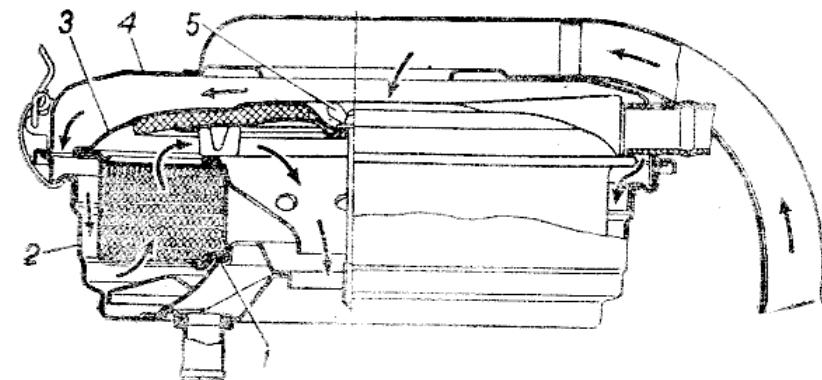

Рис. 19. Воздушный фильтр:
**Воздушный фильтр** (рис. 19) служит для очистки воздуха, поступающего в карбюратор. Он работает нормально до тех пор, пока капроновые нити набивки фильтрующего элемента покрыты пленкой масла. При сухом фильтрующем элементе пыль при работе проходит в цилиндры двигателя и значительно увеличивает его износ. Промывку и промасливание фильтрующего элемента, а также очистку от грязи и смену масла в корпусе воздушного фильтра